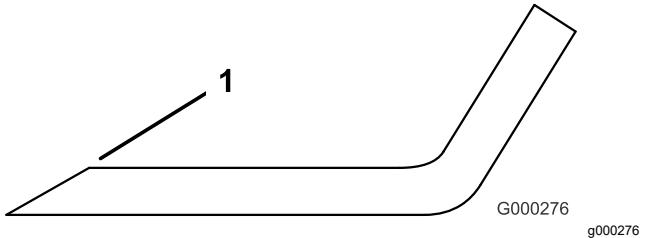

Figure 75
1. Aiguisez le tranchant à chaque extrémité de la lame (Figure 75).